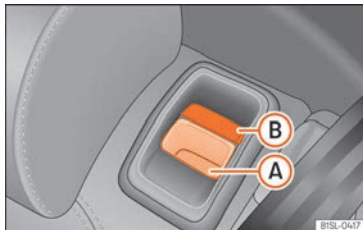

Fig. 94 Banquette arrière : commande de déverrouillage (A) ; repère rouge (B).
- Tirez sur la commande de déverrouillage » fig. 94 (A) vers l'avant et, en même temps, relevez le dossier de la banquette arrière.
- Le dossier de la banquette arrière s'emboîte lorsque le repère rouge de la commande (B) est visible.